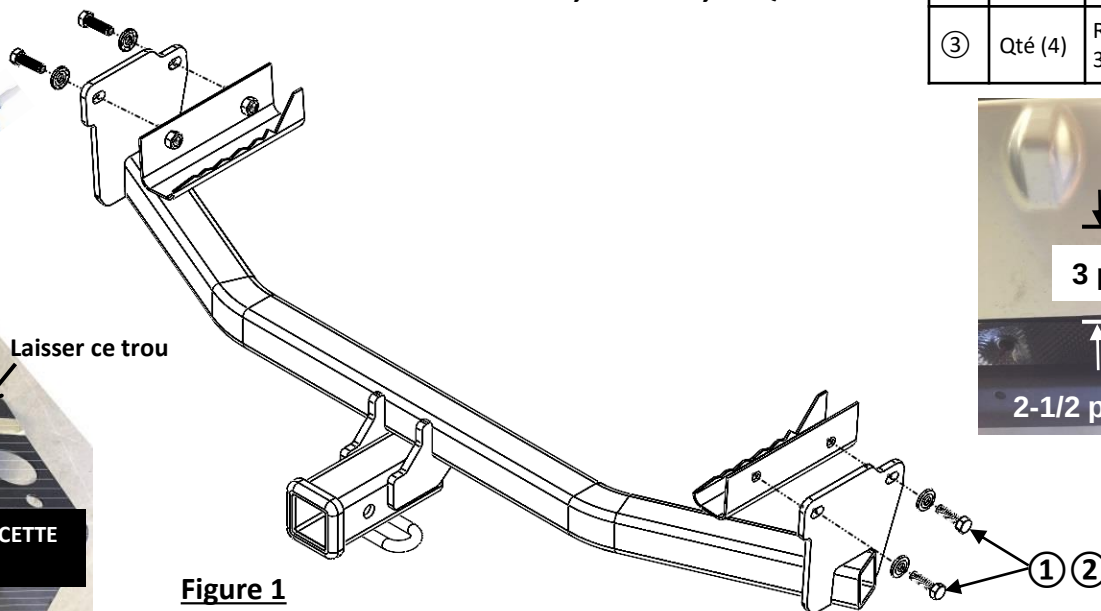

Figure 1
- Installez l'attelage:** Appliquez du frein-filet bleu sur les filets des boulons M10. Soulevez l'attelage en position et installez sans serrer le boulon M10 ① et la rondelle conique 3/8 ② dans les écrous à souder, voir **Figure 1**.